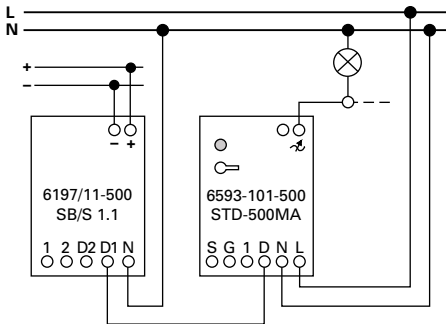

Fig. 3**S**
- Med effektmodul 6594-102-500 (se Fig. 3)